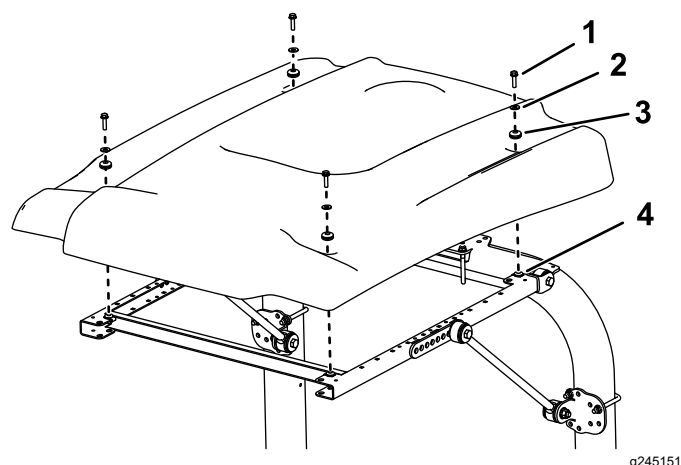

Figure 41
15. Lors de l'alignement des trous de fixation, positionnez le pare-soleil sur le cadre comme montré à la Figure 41.
16. Fixez légèrement chaque coin du pare-soleil au cadre avec un boulon à embase (5/16" x 1¼"), une petite rondelle et une bague (Figure 41).